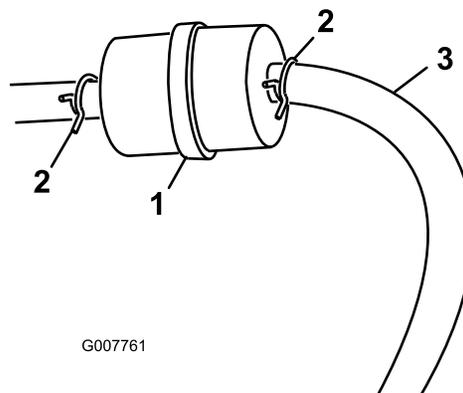

Рисунок 22
3. Сожмите концы шланговых хомутов и сдвиньте их с фильтра (Рисунок 22).
5. Установите новый фильтр и передвиньте шланговые хомуты ближе к фильтру (Рисунок 22).
3. Ослабьте шланговый хомут на топливном фильтре и отодвиньте его по топливному трубопроводу от фильтра (Рисунок 22).
4. Отсоедините топливный трубопровод от топливного фильтра (Рисунок 22).
**Примечание:** Дайте топливу слиться в канистру для топлива или сливной поддон (Рисунок 22).
5. Установите топливный трубопровод на топливный фильтр. Передвиньте шланговый хомут к топливному фильтру, чтобы закрепить топливный трубопровод (Рисунок 22).